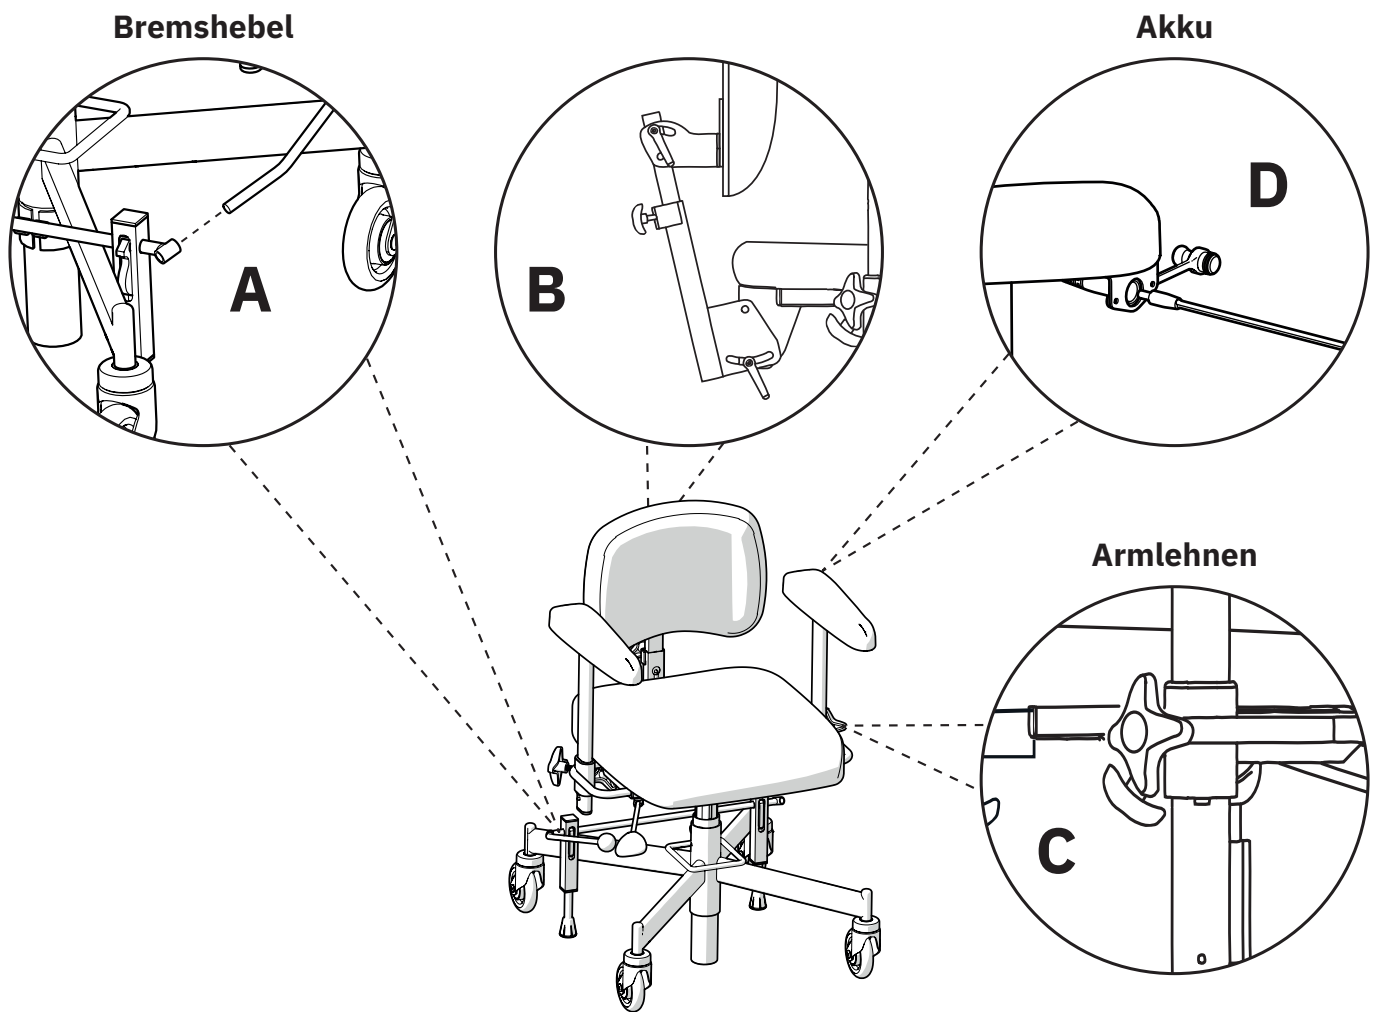

Abb. 2.1 Vorbereitungen vor der Inbetriebnahme des Produkts.
Stecken Sie den Bremshebel in die Bremshebelhalterung (A), siehe Abb. 2.1. Der Bremshebel kann auf der rechten oder linken Seite montiert werden.
Setzen Sie das Rohr der Rückenlehne in den Rückenlehnenmechanismus (B) ein und stellen Sie die gewünschte Höhe ein, siehe Abb. 2.1. Ziehen Sie sämtliche Handschrauben (B) fest.
Lösen Sie die Handschrauben an den Armlehnen (C) und stellen Sie die gewünschte Höhe und Breite ein, siehe Abb. 2.1. Ziehen Sie sämtliche Handschrauben (C) fest.
Vor der ersten Inbetriebnahme muss bei elektrischen Modellen der Akku aktiviert und geladen werden. Dazu wird das Akkuladegerät an der Ladebuchse des Produkts und an eine Wandsteckdose (D) angeschlossen, siehe Abb. 2.1. Die Ladebuchse kann an verschiedenen Stellen des Produkts montiert werden. In den meisten Fällen wird das Produkt mit der Ladebuchse an der Rückseite der linken Armlehne geliefert.